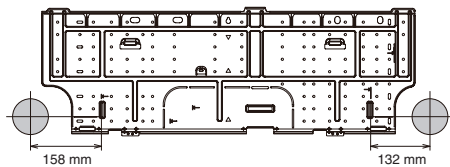

Fig. 3-76
- (1) Posizionare il pannello posteriore nel punto desiderato della parete, e con l'ausilio di una livella o misurandone l'altezza dal soffitto regolarne bene l'orizzontalità. Aspettare fino a dopo aver tagliato il foro prima di fissare il pannello posteriore alla parete.
- (2) Stabilire in corrispondenza di quale lato dell'unità effettuare il foro per il passaggio dei tubi e dei cavi. (Fig. 3-76)
Se i tubi devono essere fatti uscire posteriormente e da sinistra, per posizionare con precisione l'unità interna si deve considerare la distanza di 158 mm dal punto evidenziato nella (Fig. 3-76)